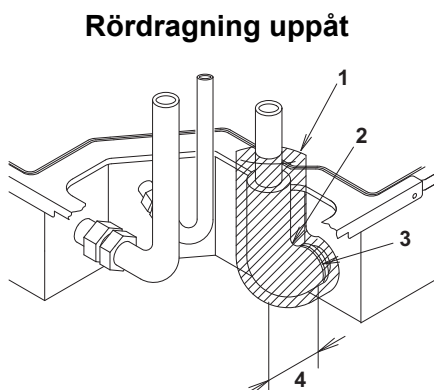

Bild 25
- Dräneringsrör kan dras i 3 riktningar. (Se bild 25, 26 och 27)
(Se bild 25, 26, 27 och 31)
4. Isolera metallklämman (2), dräneringsslangen (1), böjen (10) med den medföljande tätningen (stor) (8). **(Se bild 25, 26, 27 och 33)**